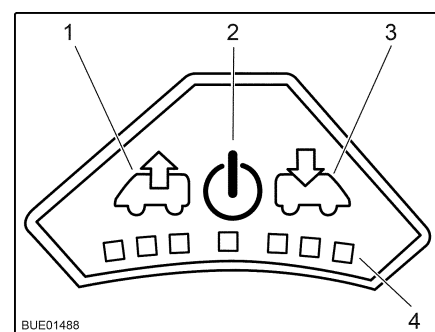

Fig. 51 Quadro comandi del ventilatore
- Premere il tasto On/Off (Fig. 51,2). Il ventilatore funziona in modalità comfort (sfiato al numero di giri minimi del ventilatore).
- Per aumentare il numero di giri del ventilatore: Premere il tasto Sfiato (Fig. 51,1). Il numero di giri del ventilatore aumenta di uno stadio in direzione sfiato. I LED (Fig. 51,4) indicano gli stadi di commutazione.
- Per ridurre il numero di giri del ventilatore: Premere il tasto Aerazione (Fig. 51,3). Il numero di giri del ventilatore si riduce di uno stadio.
- Per aumentare il numero di giri del ventilatore: Premere il tasto Aerazione (Fig. 51,3). Il numero di giri del ventilatore aumenta di uno stadio in direzione aerazione. I LED (Fig. 51,4) indicano gli stadi di commutazione.
- Per ridurre il numero di giri del ventilatore: Premere il tasto Sfiato (Fig. 51,1). Il numero di giri del ventilatore si riduce di uno stadio.
- Premere il tasto On/Off (Fig. 51,2). Il ventilatore si ferma, i LED si spengono.